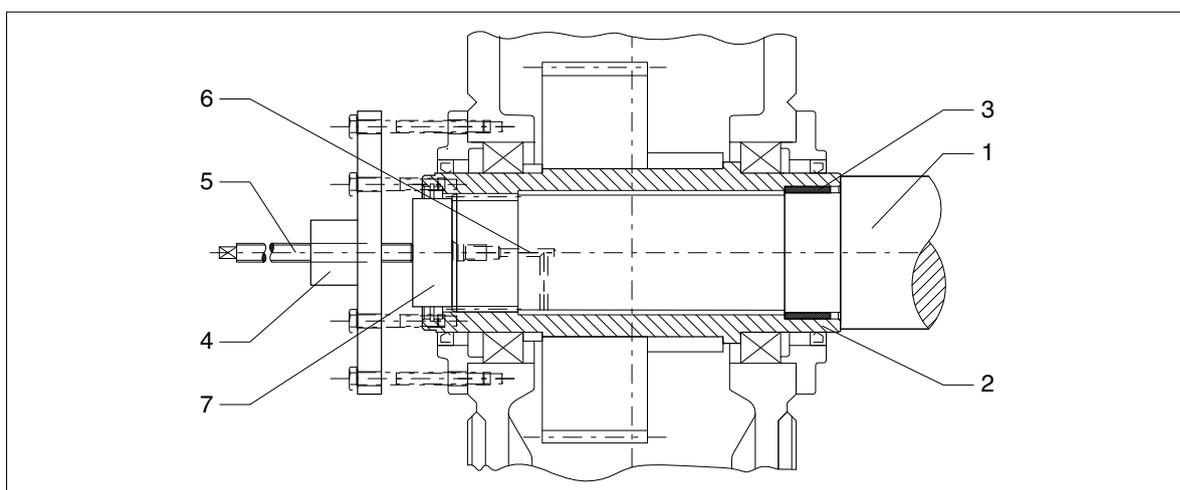
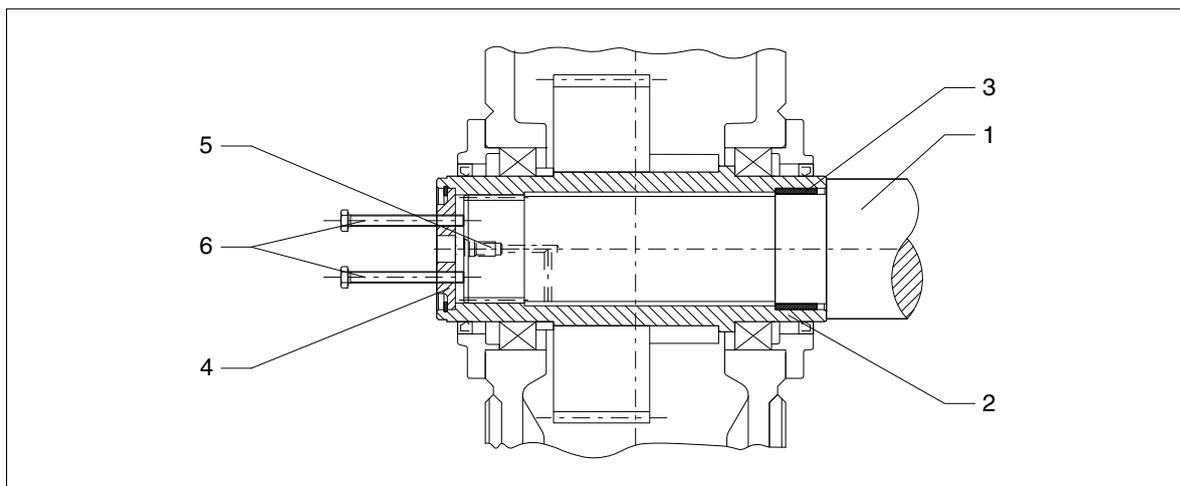

Figura 48: Albero cavo con profilo dentato per mozzi, smontaggio mediante un dispositivo di sollevamento idraulico ("Lukas")
Figura 49: Albero cavo con profilo dentato per mozzi, smontaggio mediante un fondello
- Per facilitare l'estrazione della trasmissione in caso di formazione di ruggine da ossidazione sulle superfici di contatto, l'estrazione della trasmissione ad ingranaggi deve essere facilitata per mezzo dell'impiego di olio antiruggine. L'applicazione dell'olio antiruggine può avvenire per mezzo dell'allacciamento per l'olio compresso (vedi figura 48), utilizzando, per esempio, una pompa.
- Dopo avere lasciato agire per un tempo sufficiente l'antiruggine, si deve estrarre la trasmissione usando il dispositivo (vedi figura 48 e/o figura 49).
- mediante viti di espulsione in un fondello (vedi figura 49) oppure
Se come illustrato nella figura 48, non viene retto solo l'albero cavo, ma incorporato in aggiunta anche l'involucro, in questo caso non si possono superare le forze di separazione indicate nella sottostante tabella 17.